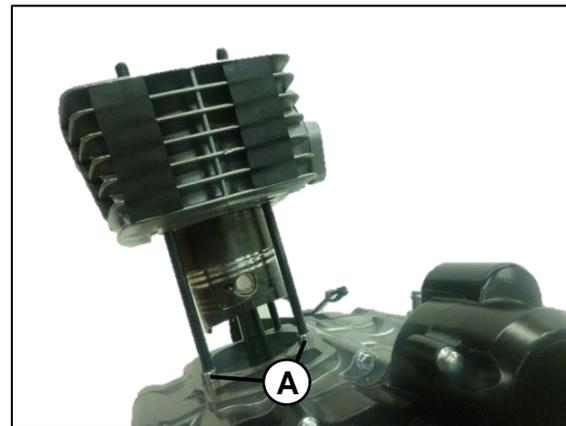

Fig. 34
Verificar la posición de las guías (A) al momento del ensamble. **Fig. 34**